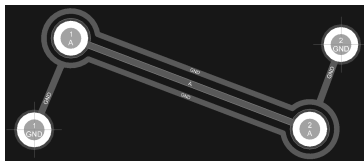

图 15-21 与接地焊盘连接
(5) 用走线将包地线与接地网络 (接地的焊盘、过孔、走线) 实际连接, 此处与属于 GND 的两个焊盘连接, 如图 15-21 所示。